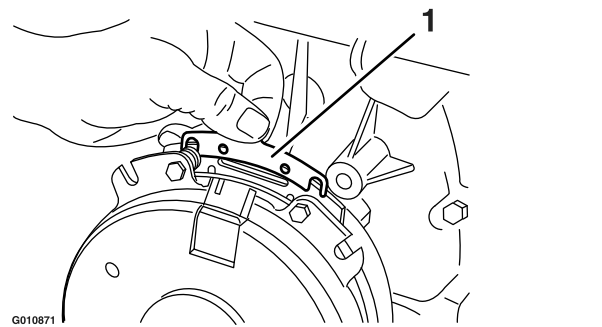

Figure 73
- B. A l'aide d'une pince à becs longs ou avec les doigts, saisissez la languette et déposez la cale (Figure 73).
Enlevez l'herbe, les saletés et autres débris éventuellement accumulés sur la grille du moteur. Cela permet d'assurer un refroidissement et un régime moteur corrects, et réduit les risques de surchauffe et de dommages mécaniques du moteur (Figure 73).